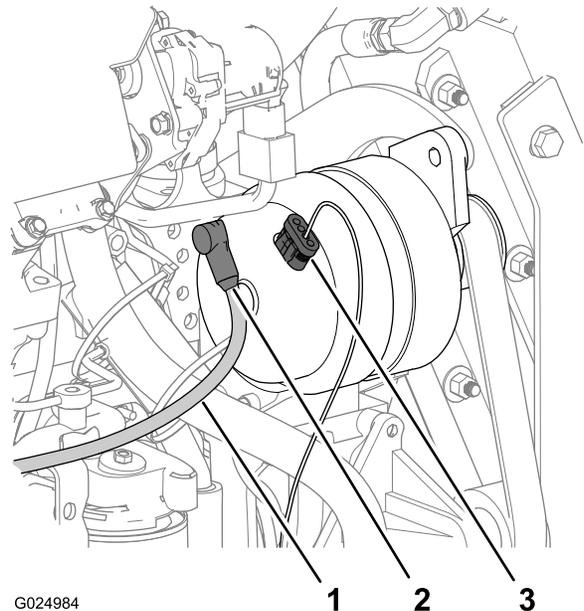

Figure 115
1. Sur l'alternateur, enlevez la capuchon de la borne et du goujon au dos de l'alternateur (Figure 115).
- Débranchez le connecteur à 4 douilles du câble de détection de tension du connecteur à 4 broches au sommet de l'alternateur (Figure 115).
- Branchez le connecteur à 4 douilles du câble de détection de tension au connecteur à 4 broches au sommet de l'alternateur (Figure 115).
- Fixez la borne du câble de charge au goujon au dos de l'alternateur (Figure 115).
- Recouvrez la borne et le goujon avec le capuchon du câble de charge (Figure 115).